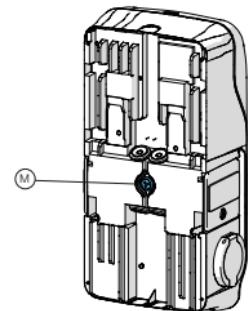

Abb. 3l
- Für **Duo T / S**, dargestellt in Abbildung 3l und 4l, führt das geschirmte Netzwerkkabel durch ein Loch in der Kabdeldurchführungsmembran (M).